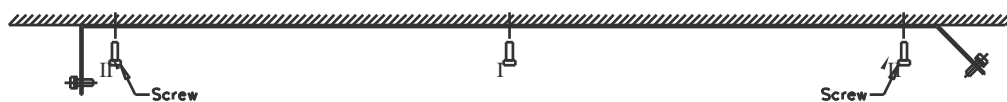

Fig. 5
4. Takskinnen monteres til taket (Skrue 1) se fig. 5 side 5.